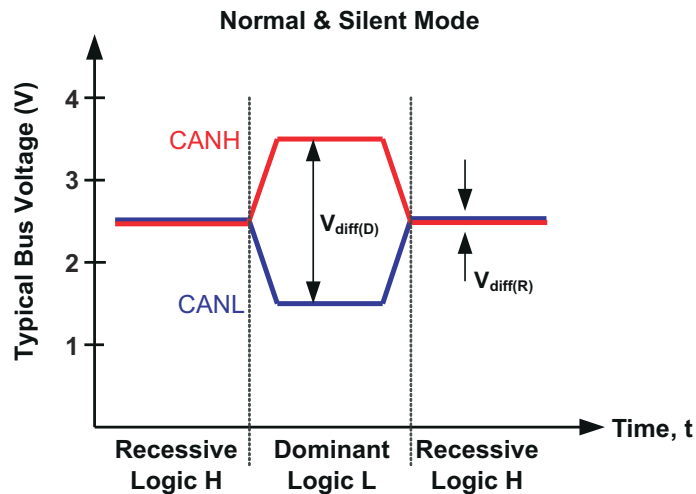
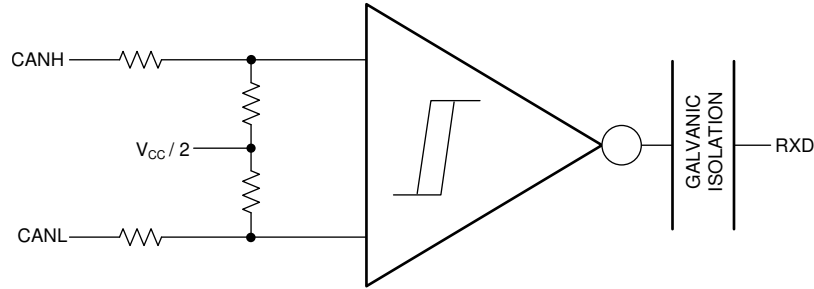

图 8-1. 总线状态 (物理位表示)
图 8-2. 简化的隐性共模偏置和接收器
CAN 总线在运行期间有两种状态：*显性*和*隐性*。当总线由驱动器进行差分驱动时，总线处于显性状态，相当于逻辑低电平。当总线通过接收器的高阻内部输入电阻偏置到 $V_{CC}/2$ 共模电压时，总线处于隐性状态，相当于逻辑高电平。CAN 节点的主机微处理器将使用 TXD 引脚来驱动总线，并在 RXD 引脚上接收总线数据。请参见图 8-1 和图 8-2。
(1) H = 高电平, L = 低电平, Z = 共模 (隐性) 偏置到 $V_{CC}/2$ 。有关总线状态和共模偏置的信息, 请参见图 8-1 和图 8-2。